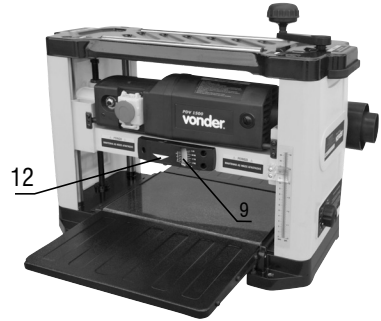

Fig. 6 – Indicador de remoção de material
- Certifique-se de que a peça fique abaixo do indicador de remoção de material (12). Verifique o valor indicado que pretende remover na escala de remoção de material (9) (Fig. 6).